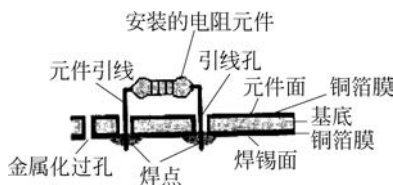

图 3-15 双面板的结构
(2) 双面板:双面板包括顶层(Top Layer)和底层(Bottom Layer),顶层一般为元器件面,底层一般为焊锡面,双面板的上下两面都可以敷铜,都可以布线焊接,中间为一层绝缘层,用于隔离布线层,是最常用的一种电路板。人们还制作了金属化过孔来解决不同层面导线的连通问题,与单面板相比,双面板极大地提高了电路板的元器件密度和布线密度。双面板的结构如图 3-15 所示。